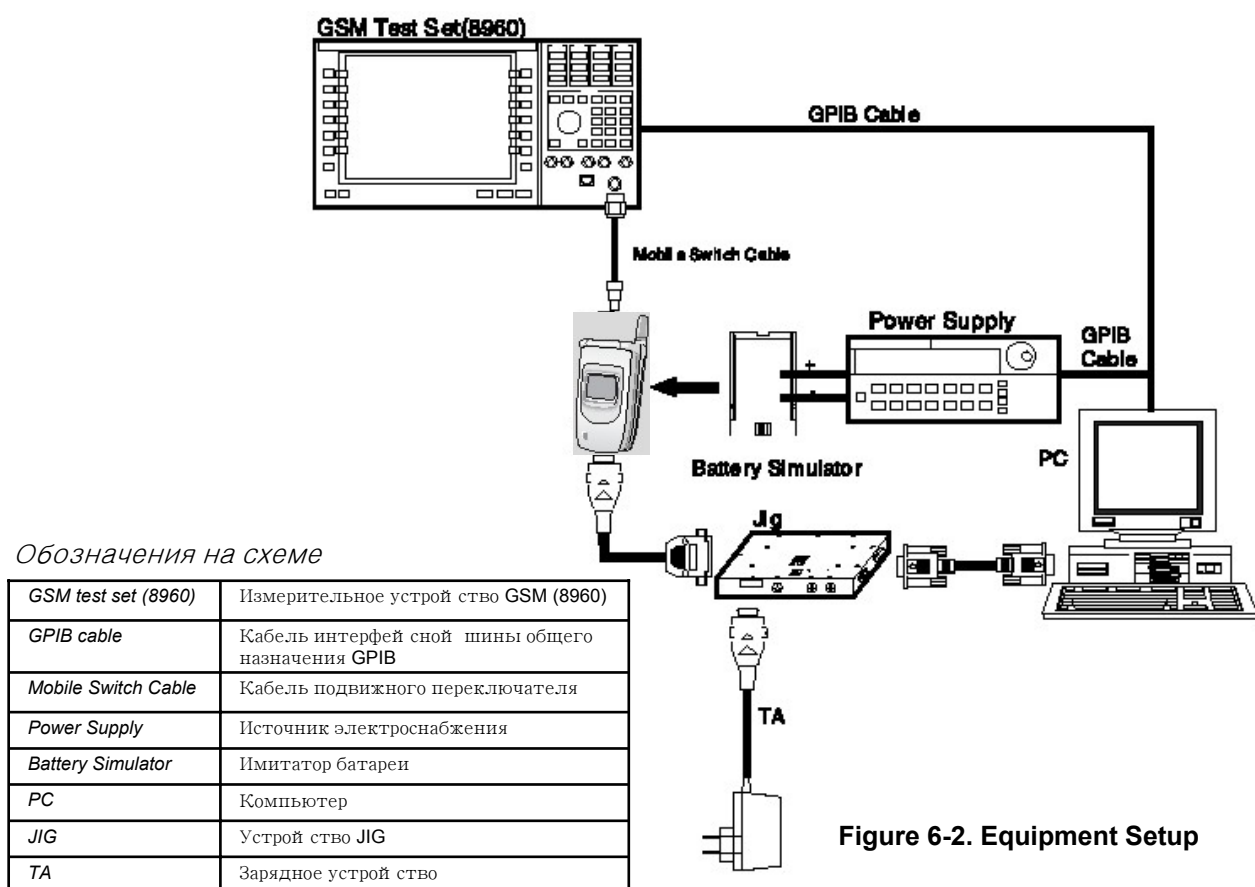

Figure 6-2. Equipment Setup
1. Выполнить соединение как указано на Рис. 6-2 (последовательный кабель RS232 соединяет порт COM компьютера с портом MON устройства JIG).